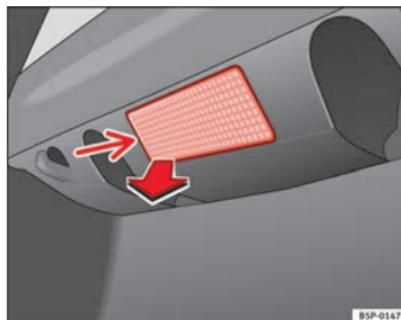

Abb. 196 Gepäckraumbeleuchtung
- Nehmen Sie das Lampenglas der Glühlampe durch Druck mit einem Schraubendreher auf dessen Unterkante -Pfeil- ab ⇒ Abb. 196. ▶